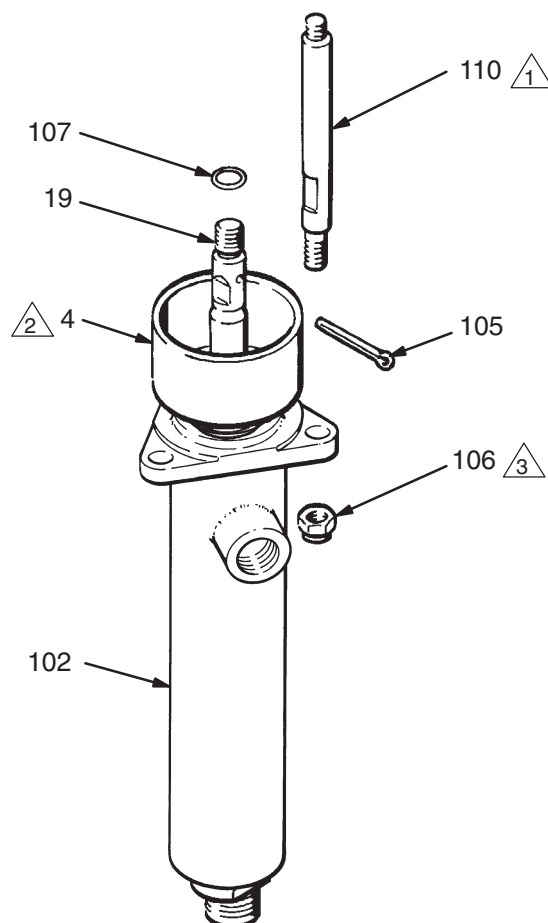

Fig. 3
3. Dévisser les écrous freinés (106) des tirants (110). Retirer la goupille fendue (105). Dévisser la tige de piston (19) sur le moteur pneumatique (101). Dégager le bas de pompe (102) du moteur pneumatique (101) en le tirant avec précaution. Voir la Fig. 3.
1. Visser la tige de piston (19) sur l'embase du moteur pneumatique (101). Mettre la goupille fendue (105). Orienter la sortie produit de la pompe par rapport à l'entrée d'air du moteur pneumatique comme indiqué au point 2 du paragraphe **Déconnexion du bas de pompe**. Voir la Fig. 3.
2. Placer le bas de pompe (102) sur les tirants (110). Visser les écrous (106) sur les tirants (110) sans serrer.
3. Monter la pompe et raccorder tous les flexibles. Raccorder le câble de mise à la terre s'il a été débranché pendant la réparation. Serrer l'écrou/coupelle de presse-étoupe (4) à 24–27 N.m. Remplir la coupelle de presse-étoupe de liquide d'étanchéité Graco TSL ou de solvant compatible.
4. Serrer les écrous freinés (106) des tirants de façon uniforme, puis leur appliquer un couple de 34–41 N.m.